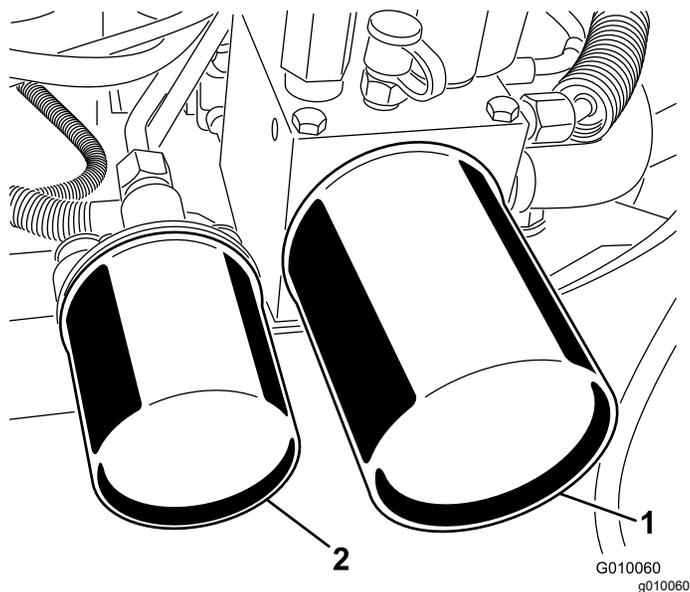

図 64
2. フィルタの下に容器を置き、フィルタを外し、フィルタアダプタのガスケット部をきれいに拭く 図 64。